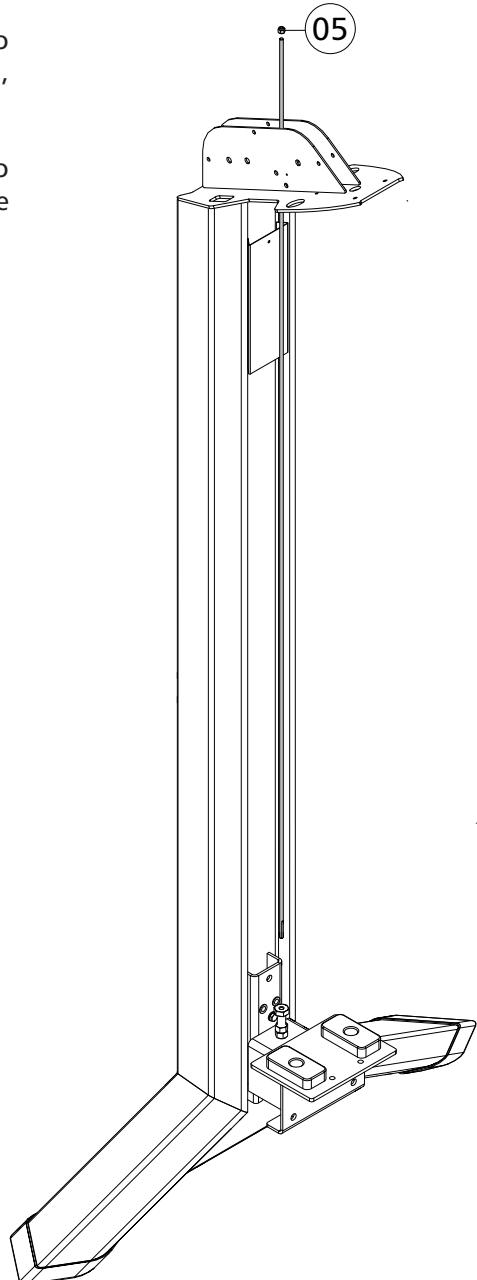

Figura 5-1
1 - Posicione a haste guia do peso fracionado, com a porca (05) já travada na parte superior da torre (figura 5-1).